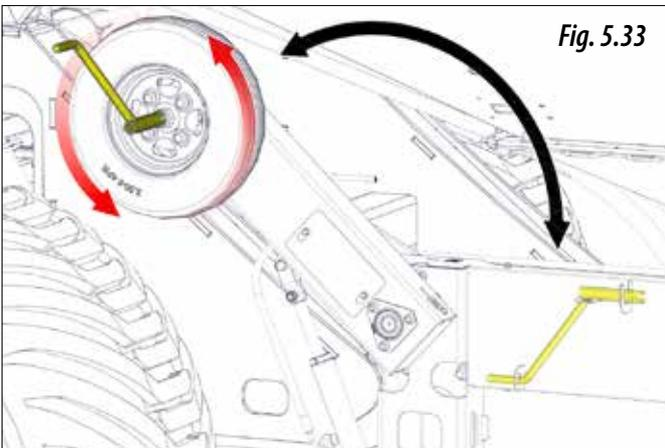

Fig. 5.33
**4.A.4-** Faire tourner la transmission de la machine pour vider le doseur de produit (figure 5.33).